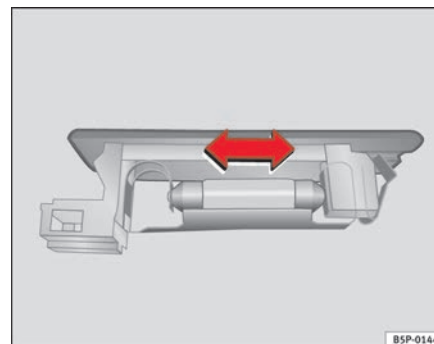

Abb. 162 Gepäckraumbeleuchtung
- Die Lampe zur Seite drücken und aus ihrer Halterung herausnehmen ⇒ Abb. 162. ■